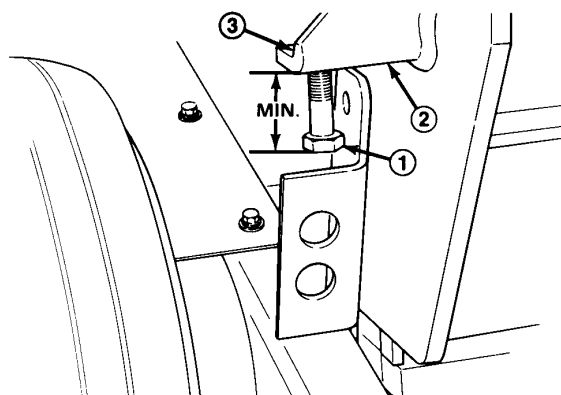

Fig. 11
2. Allentare il controdamo sulla staffa di regolazione (Fig. 11).
3. Avvitare la vite di regolazione nella staffa, per aumentare la profondità di carotaggio, oppure svitarla per diminuire la profondità (Fig. 11).
5. La migliore profondità di carotaggio consigliata si ottiene quando la distanza fra l'estremità della testa della vite e la staffa è di 17,8 mm (Fig. 11).